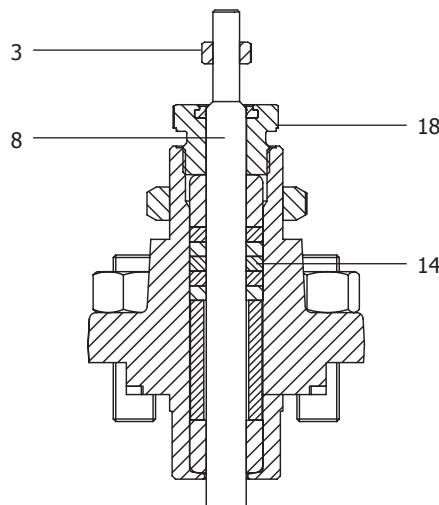

Рис. 8
- i. Соберите уплотнение штока как это изображено на рис. 8. Перед установкой колец уплотнения необходимо смазать шток силиконовой смазкой. Это же относится и к верхней направляющей втулке штока (16).
- j. Предварительно смазав шток силиконовой смазкой, установите нажимную гайку (18). Затяните ее рекомендуемым усилием (см. Таблицу 1, стр. 19).
- k. Установите стопорную гайку (3).
- l. Всегда используйте новую прокладку (4).